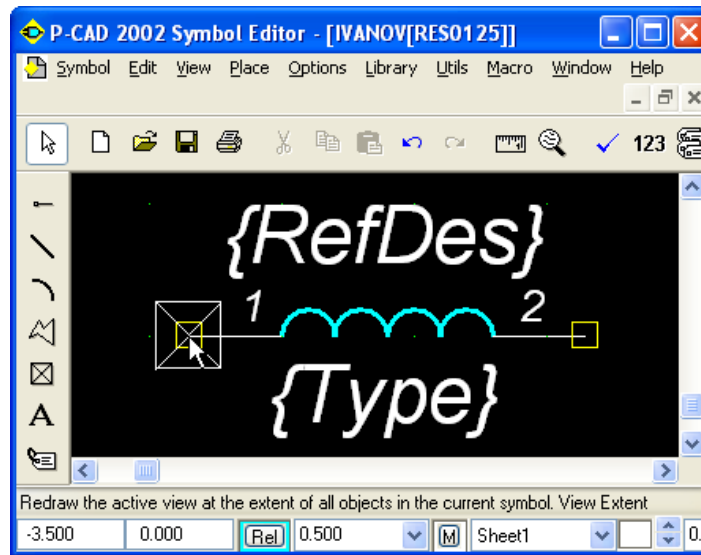

Рис. 4.52 - Окончательный вид УГО катушки индуктивности
- Аналогично по команде **Place Attribute** в области **Attribute Category** назначить **Component**, а в области **Name** выбрать тип элемента - **Type**. Выравнивание текста **Justification** - по центру горизонтали и верху вертикали. Установить курсор в точку с координатами (4; -0,5) и щелкнуть ЛК (рис. 4.52).